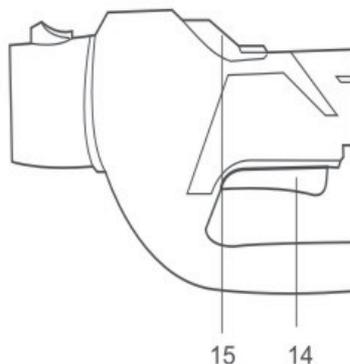

Fig. 15
1. Faire glisser et maintenir l'interrupteur de verrouillage (15) vers l'avant
2. Appuyer sur l'interrupteur marche/arrêt (9) pour mettre le produit sous tension, puis relâcher l'interrupteur de verrouillage (8).
3. Relâcher l'interrupteur marche/arrêt (14) pour mettre le produit hors tension (Fig. 15).